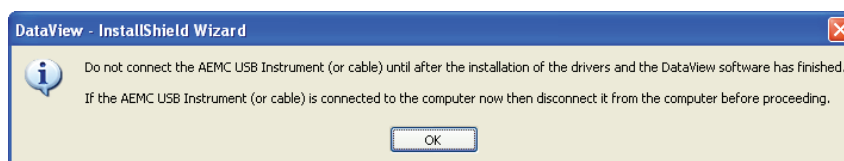

Abb. 7-3
10. Wenn für das gewünschte Instrument ein USB-Anschluss erforderlich ist, erscheint ein Warnhinweis mit dem entsprechenden Hinweis, wie in Abb. 7-3 dargestellt. Klicken Sie auf **OK**.